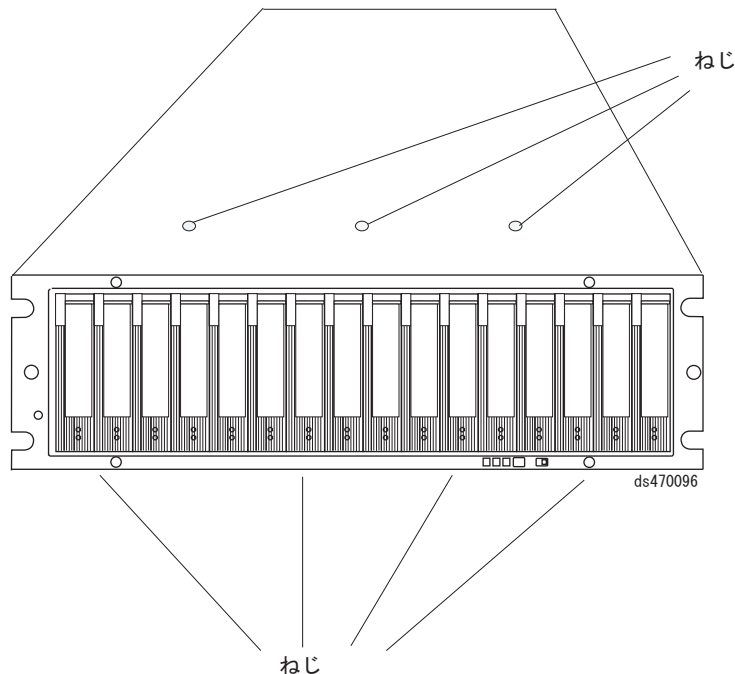

図 89. シャーシの上部および下部をフレームに対して保持するねじ
ラックの前面からシャーシを引き出して、ラックから取り外します。水平面に置きます。184 ページの図 89 に示すように、シャーシの上部に 3 つ、シャーシの下部に 4 つ並んでいるプラスねじを見つけます。 #1 プラスねじ回しを使用して、この 7 つのプラスねじを外します。ねじを保管します。
17. 図 89 に示すように、前面ケージ・フレームを EXP810 シャーシに対して保持する 7 つのプラスねじ (ステップ 12 (183 ページ) で取り外したものの、上部 3 つ、下部 4 つ) を取り付けます。